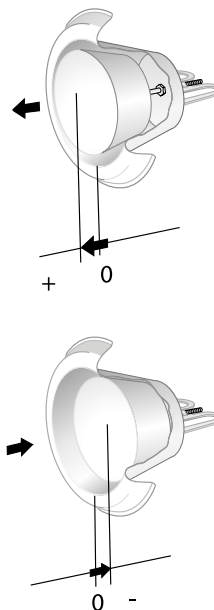

Figure 2. Mise en service.
Le réglage de la bouche d'extraction se fait par mesure de la pression ou du débit d'air. Utiliser le « crochet de mesure » pour mesurer la pression d'air, et n'importe quel débitmètre pour mesurer le débit d'air. Voir Figures 2 et 3.
- Le niveau sonore en dB(A) s'applique à des locaux ayant une surface d'absorption équivalente de 10 m2.
- La valeur de correction de la bande d'octave KOK indique le point zéro du cône selon la figure 2.